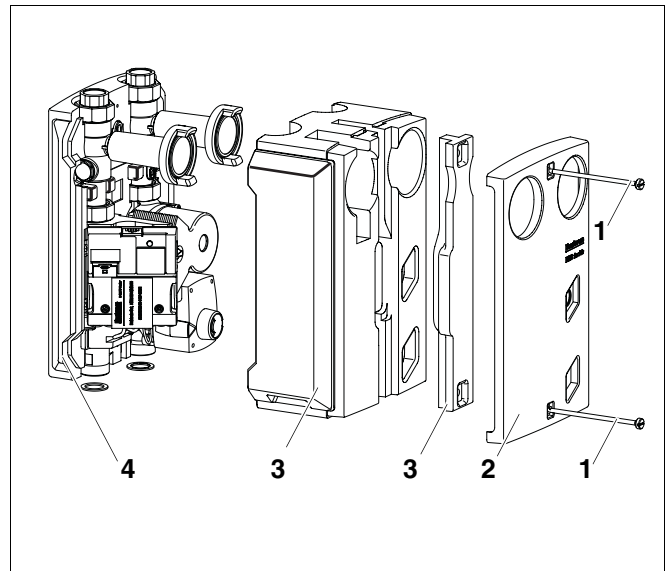

Abb. 7 Wärmedämmschalen montieren
- Wärmedämmschalen (Abb. 7, **Pos. 3**) auf das Heizkreis-Set aufschieben und mit den Kunststoffschrauben (Abb. 7, **Pos. 1**) leicht verschrauben.